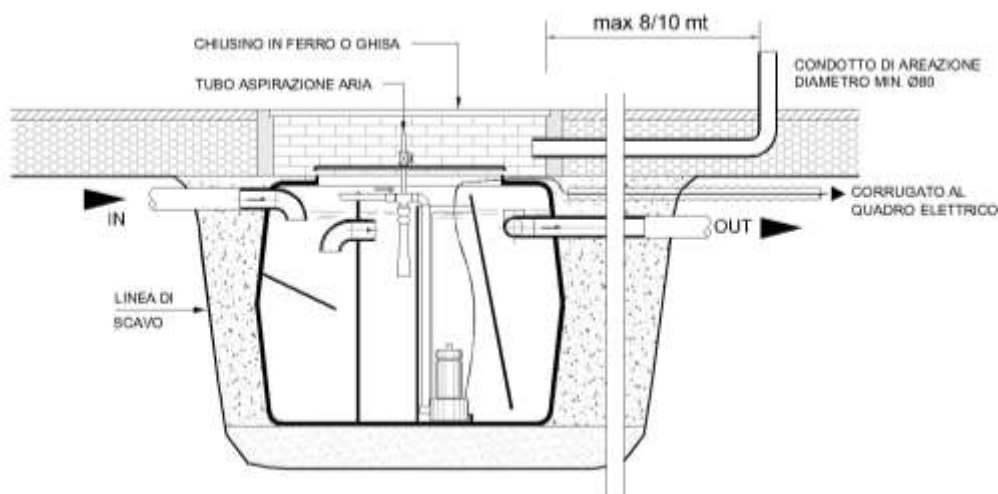

Figura 4-14 REALIZZAZIONE CONDOTTI AERAZIONE CON POMPA SOMMERSA
- Il tubo di aerazione (canna zincata da 3/4" visibili nella parte superiore del manufatto dalle portelle di ispezione) deve essere libero di aspirare aria dall'esterno, direttamente dal pozzetto o tramite condotto di aerazione come indicato in Figura 4-14. Al fine di mettere in comunicazione gli eventuali condotti di aspirazione con l'esterno è necessario realizzare un condotto in materiale plastico (PVC ≥ 80 mm) dal pozzetto corrispondente alla ossidazione fino al punto di captazione esterno più vicino (distanza max consigliata mt. 8 - 10), tale operazione deve essere eseguita per ciascun pozzetto che si trova al di sopra dei settori del manufatto, contenenti pompe sommerse per ossigenazione.